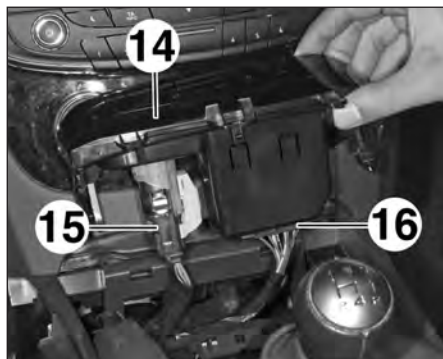

FIG.12
• Dégrafer le support du cendrier avant (14) (Fig.12).
• Débrancher l'allume-cigare (15).
• Dégrafer la prise diagnostic (16).